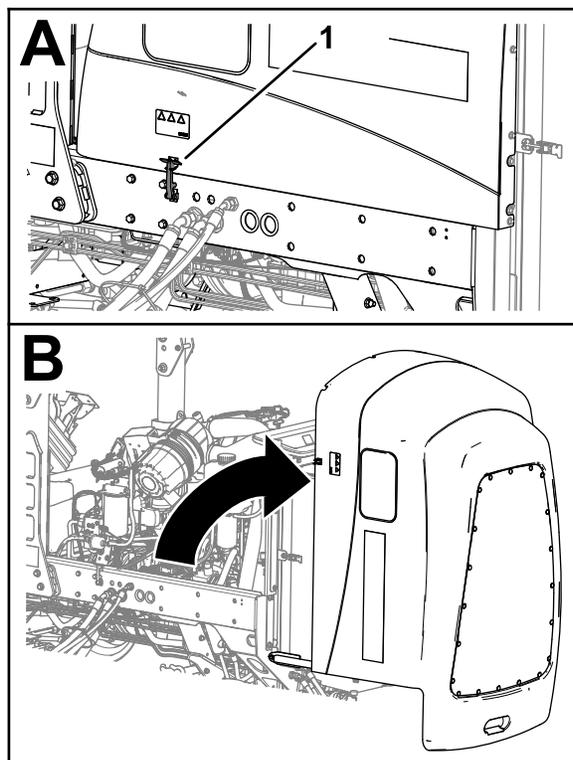

Рисунок 100
1. Разблокируйте 2 защелки капота (Рисунок 100).